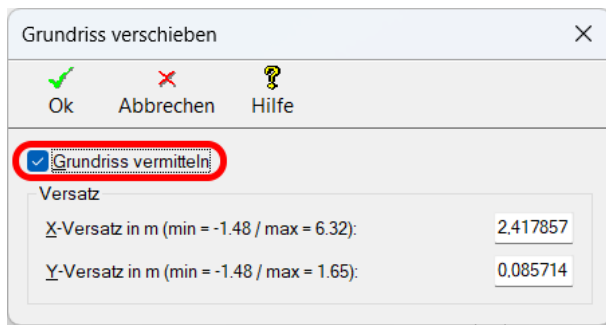

Abbildung 2.3.17: Grundriss vermitteln
2. Aktiviere in dem anschließend eingeblendeten Dialog (siehe Abbildung 2.3.17) das Kontrollkästchen **Grundriss vermitteln** und bestätige die Einstellungen mit der Schaltfläche **OK** oder der Taste **[EINGABE]**.